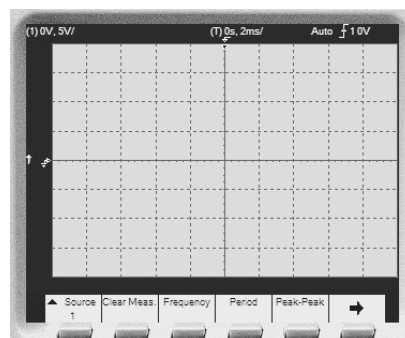

图 6-55 显示区选项
2) 单击  按钮后，显示区出现图 6-55 所示的选项设置。